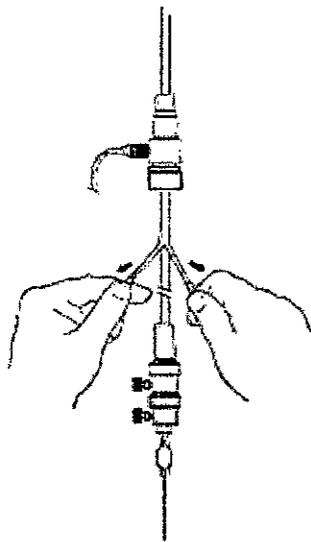

Figure 5
1. Extraiga el estilete de transporte con conector negro (de la punta del dilatador) y retire el protector de cánula (de la cánula interior). Retire la vaina Peel-AwayR de la parte posterior de la válvula hemostática (Fig. 5).